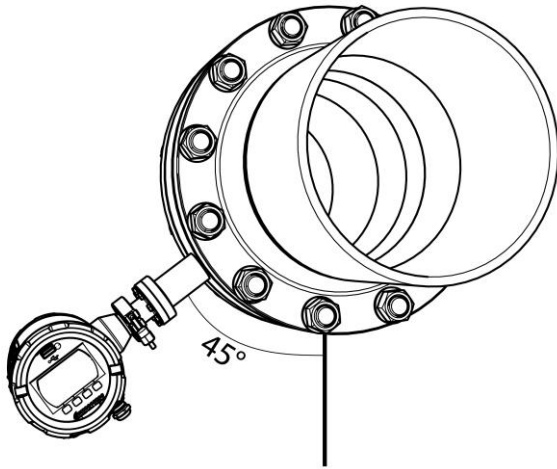

Figura 2-2: Ejemplo de montaje en tubería horizontal
- Para obtener las mediciones más fiables, se recomienda una instalación lateral en un ángulo de 45°, visto/medido desde la parte inferior de la tubería (Figura 2-2);